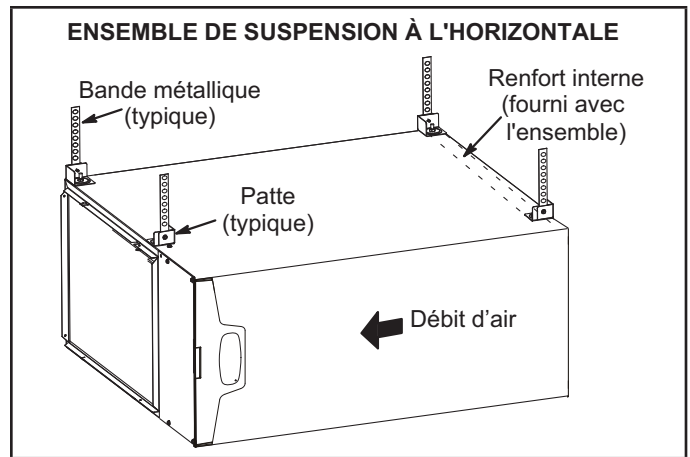
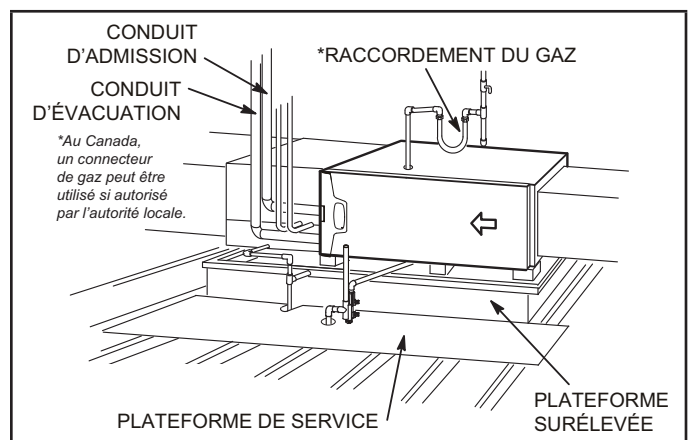

FIGURE 18
FIGURE 19
Ce générateur d'air chaud peut être installé dans un comble ou un vide sanitaire. Le suspendre aux chevrons du toit ou aux solives du plancher comme illustré à la FIGURE 18 ou le monter sur une plate-forme comme illustré à la FIGURE 19. Un ensemble de suspension à l'horizontale (51W10) peut être commandé auprès de Lennox ou remplacé pour un dispositif équivalent.
- 2 - Construire une plateforme surélevée en bois et la recouvrir d'un panneau de contreplaqué. Si l'unité est installée au-dessus d'un espace fini, installer une cuvette de drainage auxiliaire sous l'unité. Installer l'unité dans la cuvette comme illustré à la FIGURE 19. Prévoir un dégagement de 8 po en dessous de l'appareil pour liège à condensat.